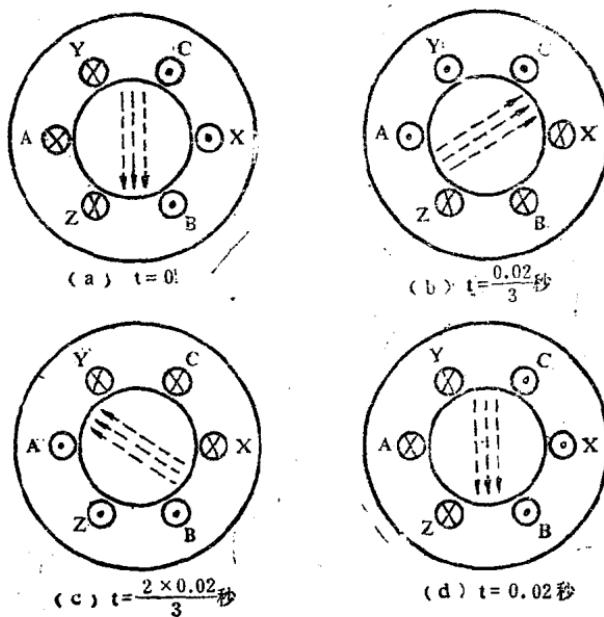

图 1-7 两极旋转磁场的产生
三相对称电流通入三相线圈以后，产生旋转磁场的现象可看图 1-7。先看图 1-7 (a)，这是 $t = 0$ 的时
i_B 和 i_C 都是负值， $i_B = i_C = -\frac{1}{2}I_m$ 。各线圈边中的电流的实际方向表示在图 1-7 (a) 中： i_A 为正值，根据上面的规定，线圈边 A 中的电流标以 \otimes 号，电流流进，线圈边 X 中的电流标以 \odot 号，表示流出。因为 i_B 与 i_C 在此时刻都是负值，所以线圈边 B 与 C 中的电流应该用 \odot 来表示，而 Y 与 Z 中的电流是 \otimes 。在此时刻，Y、A、Z 三个线圈边中的电流是流进的，而 B、X、C 三个线圈边中的电流是流出的，这些电流共同产生的磁场如图 1-7 (a) 中虚线所示。这同上方是 N 极，下方是 S 极的马蹄形磁铁所产生的磁场是一样的。再看 $t = \frac{1}{3} \times$
0.02 秒的时刻，由于此时 $i_B = I_m$ ，而 $i_A = i_C = -\frac{1}{2}I_m$ ，可画出图 1-7 (b)。在此时刻，三个线圈中的电流共同产生的磁场好象是左下方是 N 极，右上方是 S 极的马蹄形磁铁的
磁场。同样画出 $t = \frac{2}{3} \times 0.02$ 秒时刻的磁场情况，如图 1-7 (c)。而 $t = 0.02$ 秒时刻的情况与 $t = 0$ 时刻的情况完全相同（图 1-7 (d) 与 (a) 完全相同）。
依次观察图 1-7 (a)、(b)、(c)、(d)，就会觉得三相对称电流通入定子三相绕组以后，这些电流所产生的磁场就好象是转动的马蹄形永久磁铁所产生的磁场。马蹄形磁铁产生的磁场的转动是靠人手的摇动，转动的速度由人来决定。但三相电流产生的旋转磁场是靠三相变化的电流，磁